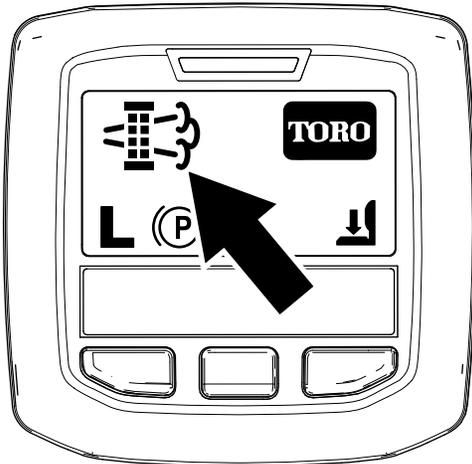

Figura 64
- Cuando la computadora del motor solicita una regeneración estacionaria o de recuperación, aparece el icono de solicitud de regeneración (Figura 64) en el InfoCenter.